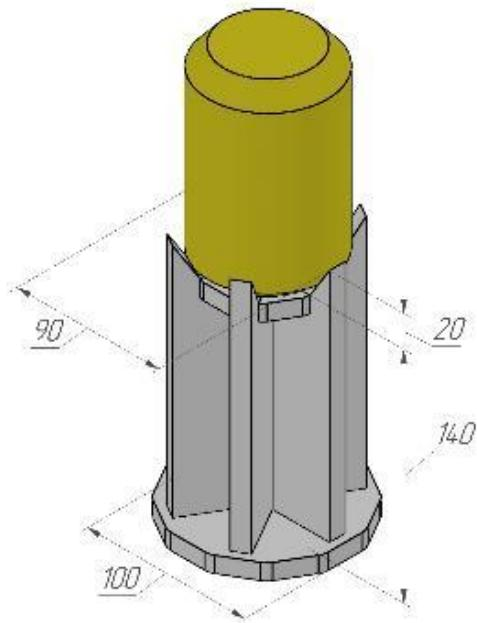

Рисунок 14 – «Башенка с маяком»
- 1.5.14. **Высокий маяк** – стандартный маячок, расположенный на возвышении, представляющем собой миниатюрную копию Башни, с габаритными размерами 160 мм высотой и диаметром 90 мм (рисунок 14).